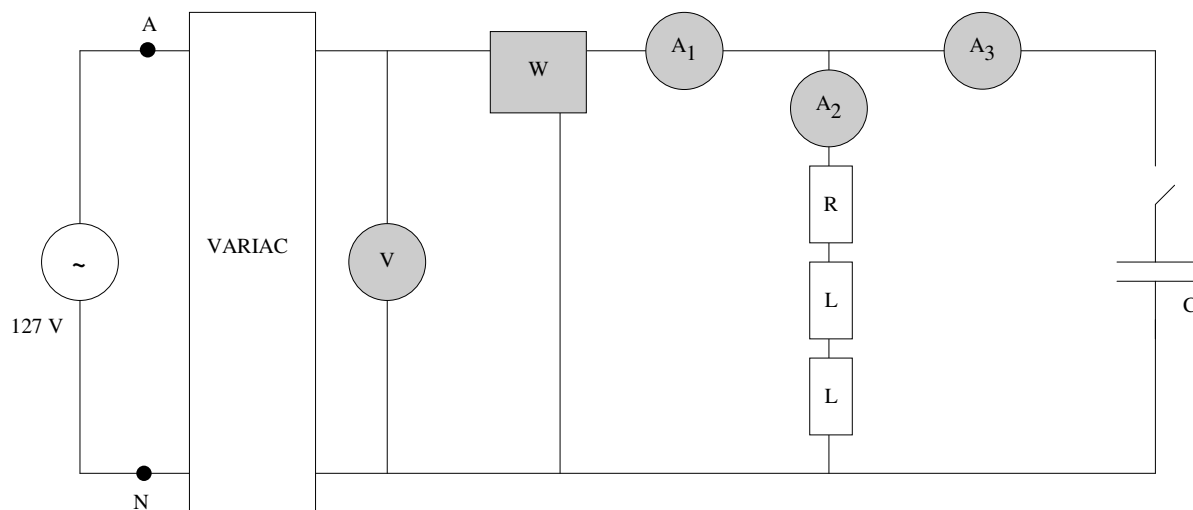

Figura 3 - Circuito RLC série-paralelo
1. monte o circuito da Figura 3 com todos os capacitores inicialmente desligados;